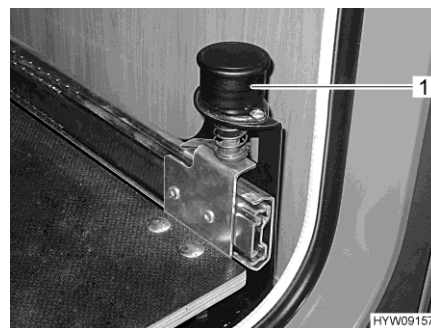

Fig. 81 Bouton avec arrêt
- Tirer le bouton (Fig. 81,1) vers le haut. L'extension du compartiment à gaz est déverrouillée.